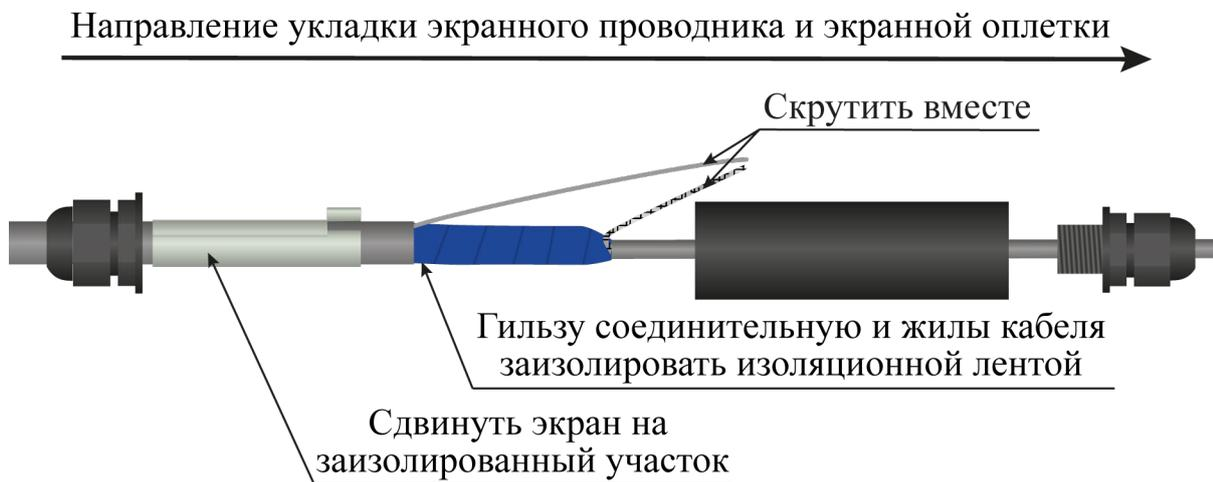

Рисунок 4.24
- гильзу соединительную и жилы кабеля ТППЭп заизолировать изоляционной лентой (рисунок 4.24);
- экранирующий проводник кабеля ТППЭп направить вдоль гильзы и скрутить с экраном кабеля РК (рисунок 4.24);
- сдвинуть экран муфты переходной на место соединения кабеля ТППЭп и кабеля РК (рисунок 4.24);